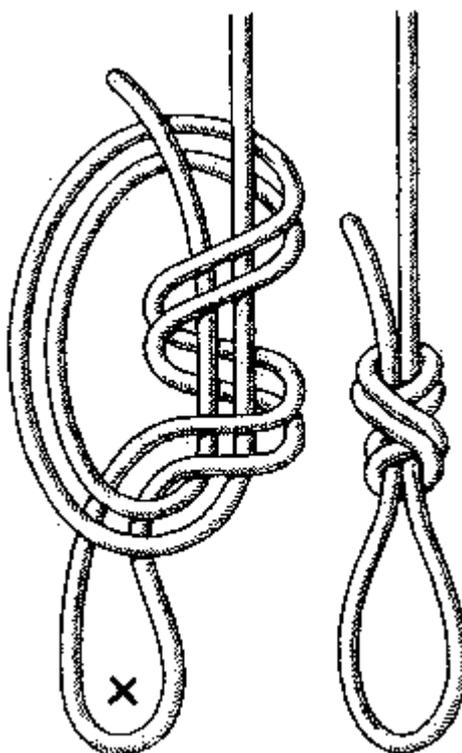

Рис. 67. Жилковая петля
**Жилковая петля** (рис. 67). Если, завязывая дубовую петлю, сложенным вдвое ходовым концом сделать дополнительный шаг, то получится петля, которую развязать будет уже чуть-чуть легче (*здесь и далее на схемах крестом обозначена рабочая петля*). Она применяется для тонких рыболовных лесок.